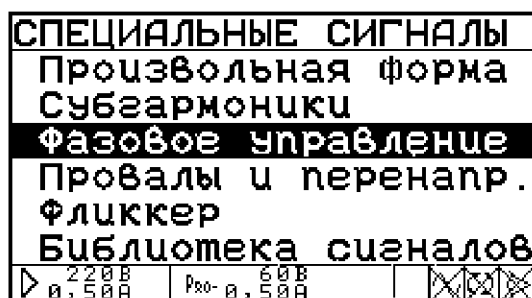

Рисунок 4.6 Меню режима «Специальные сигналы»
- пиктограмма «глаз» в первой справа позиции — включен синхронный с питающей сетью режим работы, при этом частота выходных сигналов определяется частотой питающей сети, пиктограмма «перечеркнутый глаз» — слежение за частотой питающей сети отключено, частота выходных сигналов равна заданной в параметре «частота» (рис. 4.6), изменение режима синхронизации возможно только при выключенной генерации;
Меню «Специальные сигналы» (рис. 4.6) состоит из шести пунктов: «Произвольная форма», «Субгармоники», «Фазовое управление», «Провалы и перенапряжения», «Фликер» и «Библиотека сигналов».